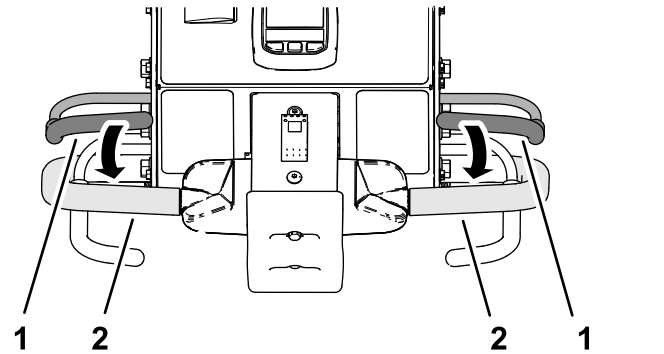

图 100
3. 握住左侧或右侧手把和操作员到位把手图 100将把手向手柄挤靠。